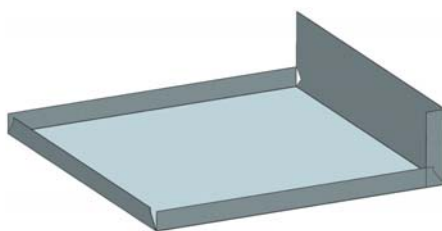

图 11-100 创建重新折弯特征
(3) 在“重新折弯”对话框中, 单击  按钮, 创建重新折弯特征, 如图 11-100 所示。